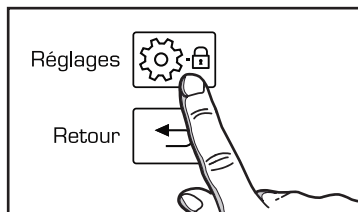

fig.1
- Appuyez sur la touche «Réglages» (fig.1).